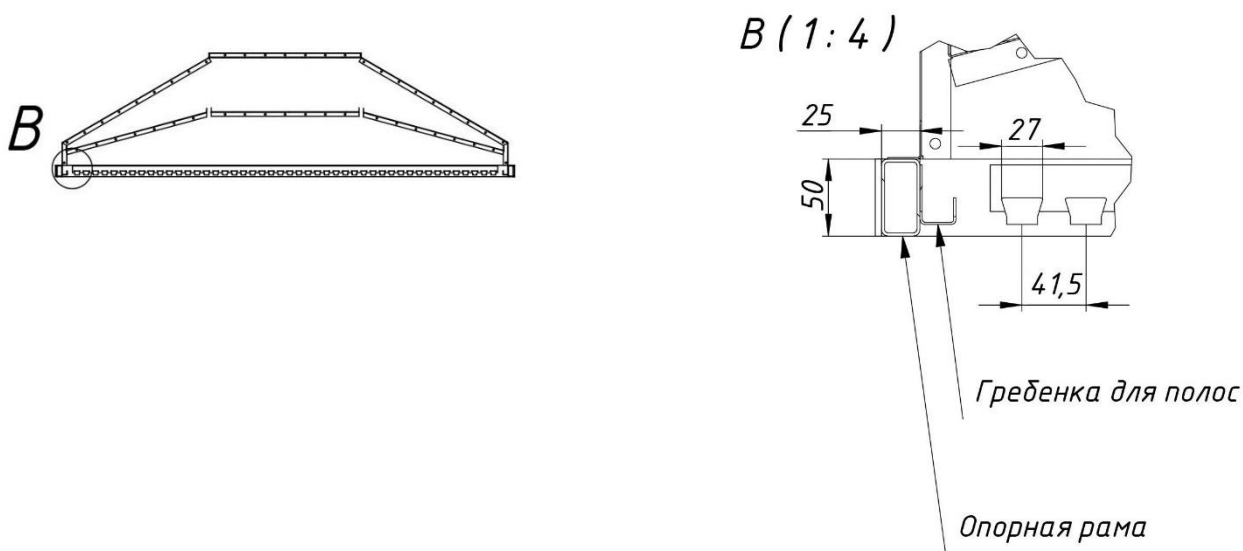

Рисунок 2
2.2.3 По периметру рамы зонта расположены гребёнки для крепления защитных полимерных полос (Рисунок 2). Полосы подвешиваются на гребенке с помощью комплекта планки (держателя), имеющего соответствующие прорези. Держатели, а также полосы в комплект зонта не входят, требуемый тип, цвет, длина и количество полос выбирается и заказывается дополнительно (Приложение 1).